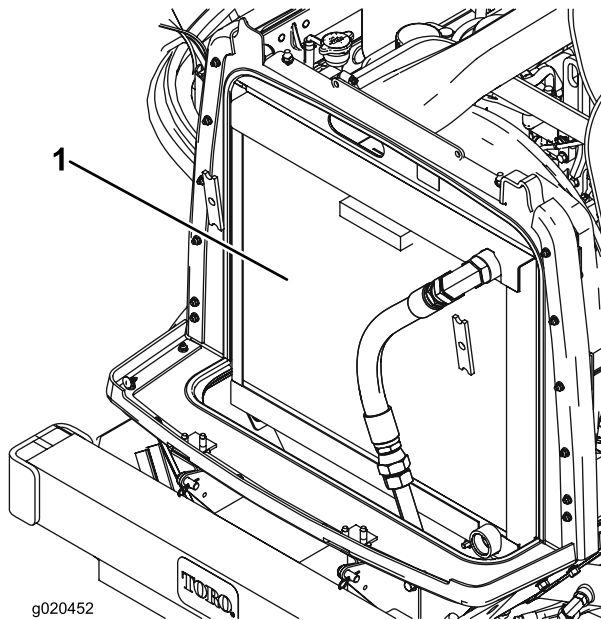

Figura 66
3. Limpie a fondo ambos lados de la zona del radiador/enfriador de aceite con aire comprimido (Figura 66).